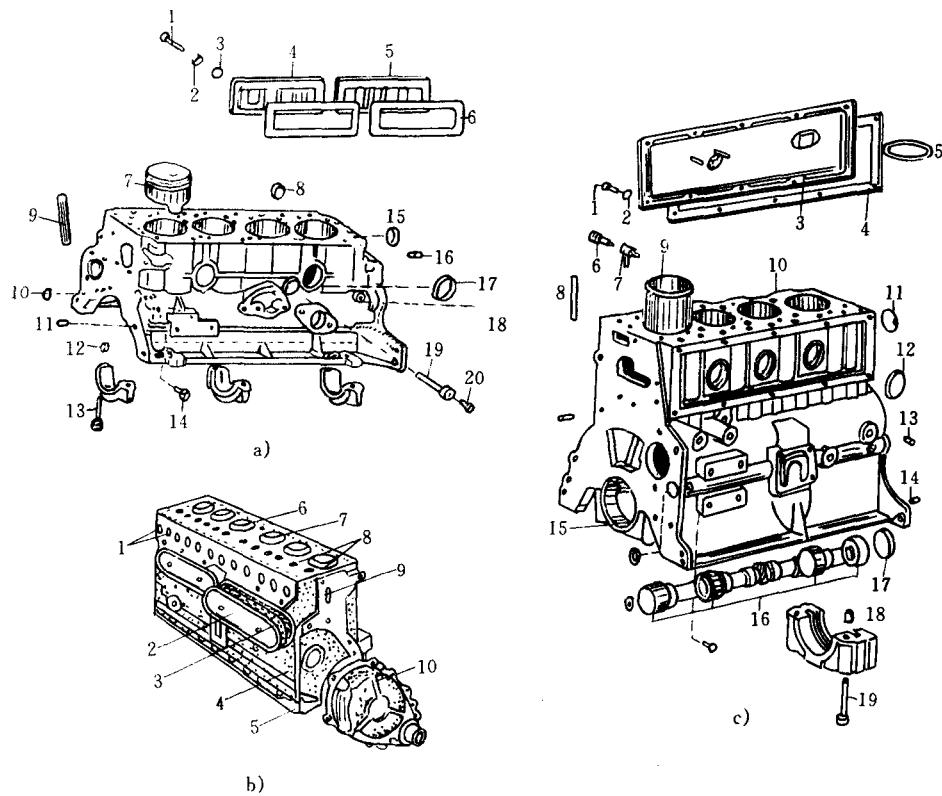

图 1·1-5 机体
2. 曲轴、连杆机构（图 1·1-7） 曲轴、连杆机构由活塞、活塞环、活塞销、卡簧、连杆总成、曲轴与飞轮等组成。它承受气缸内可燃混合气燃烧后膨胀作功的气体压力，使活塞的直线往复运动转换为曲轴的旋转运动。是发动机产生动力和传递动力的机构。